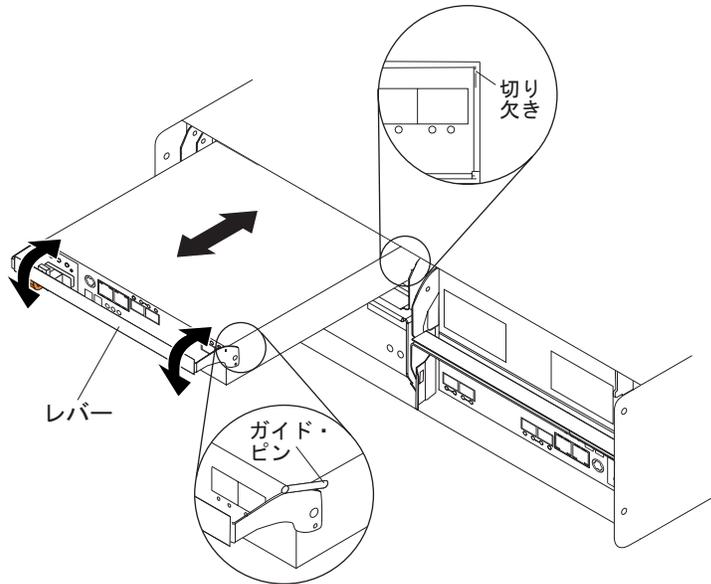

図 20. コントローラーの取り外しと再取り付け
- 1 つのコントローラーをスライドさせてストレージ・サブシステムの空のスロットに入れます。48 ページの図 20 に示すように、コントローラーをスライドさせて入れる際、レバーがまっすぐ引き出されていることを確認してください。